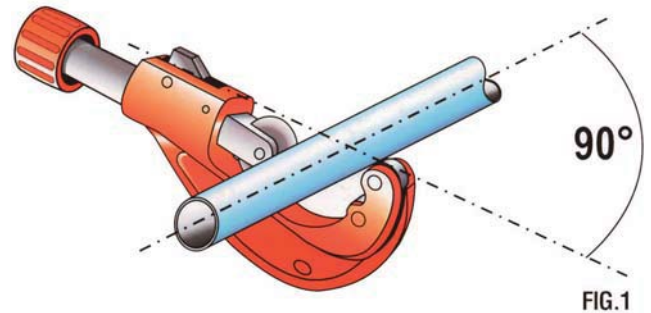

FIG.1
- First, cut the tube to the desired size by using a pipe-cutter or the special shears, making sure that pipe cutting is perpendicular to tube axis (fig.1)
- Schneiden Sie zuerst das Rohr mit einer Rohrschere oder einer Spezialschere auf die gewünschte Größe zurecht. Achten Sie darauf, dass Sie senkrecht zur Rohrachse schneiden (Abb.1).
- В первую очередь, отрезать трубу на желаемый размер при использовании трубореза или специальных ножниц для резки труб, убедившись в том, что разрез перпендикулярен оси трубы (рис.1).